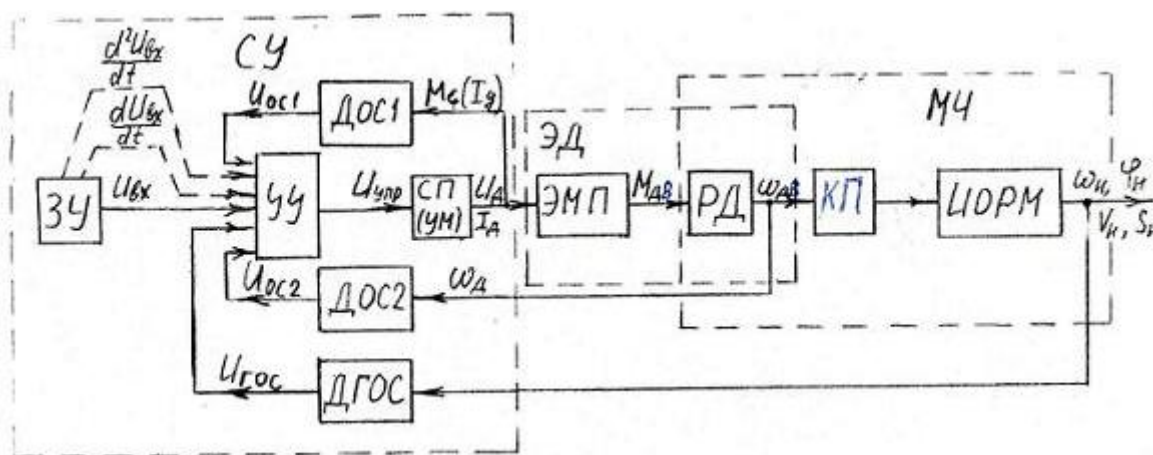

Рис. 1 Функциональная схема автоматизированного электропривода (АЭП)
**Вопрос 1.** Дайте определение автоматизированного электропривода (АЭП) (рис. 1).